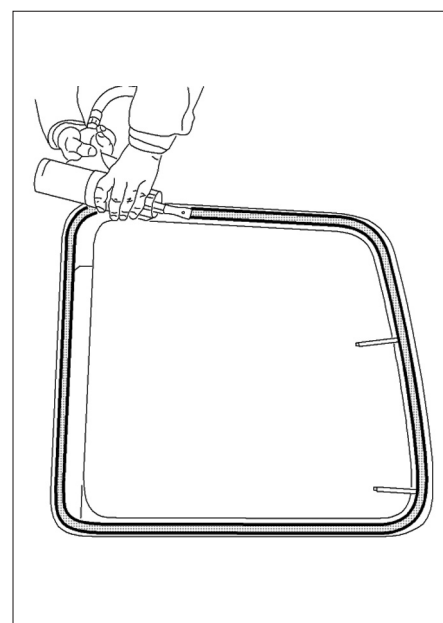

FIG. 12
- Appliquer le cordon adhésif sur le pourtour de la vitre (hauteur du cordon 12 à 15 mm) (Fig.12).